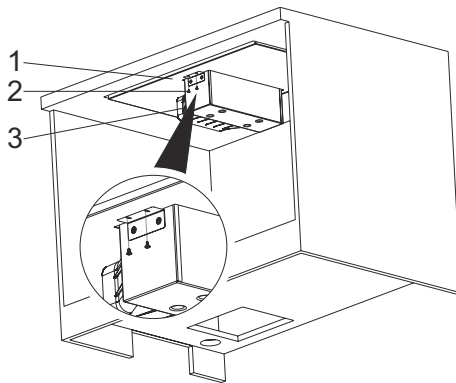

Fig. 15
5. Placér beholderen i hullet midt på kogepladen. Fastspænd den derefter med 3,5 x 9,5 skrue til kogepladen (Fig. 15).